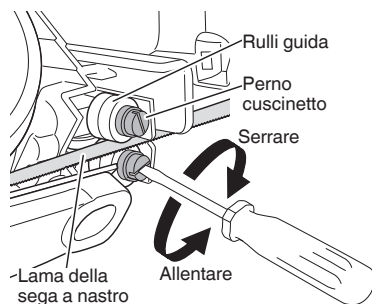

Fig. 16
4. Ispezione dei supporti guida rulli della lama della sega a nastro e regolazione delle fessure (Fig. 16)